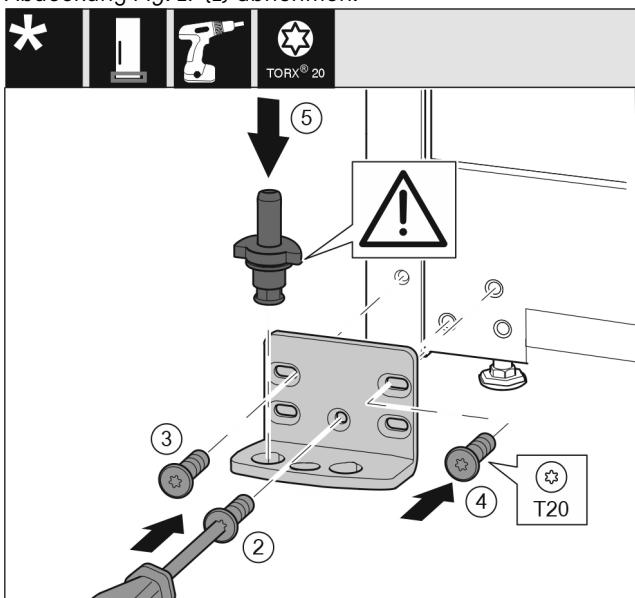

Fig. 18
- Lagerbock auf der anderen Seite ansetzen und mit Hilfe eines Schraubendrehers anschrauben. Mit der Schraube Fig. 18 (2) unten in der Mitte beginnen.
- Schraube Fig. 18 (3) und Schraube Fig. 18 (4) fest-schrauben.
- Lagerbolzen Fig. 18 (5) komplett einsetzen. Dabei darauf achten, dass der Rastnicken nach hinten zeigt.